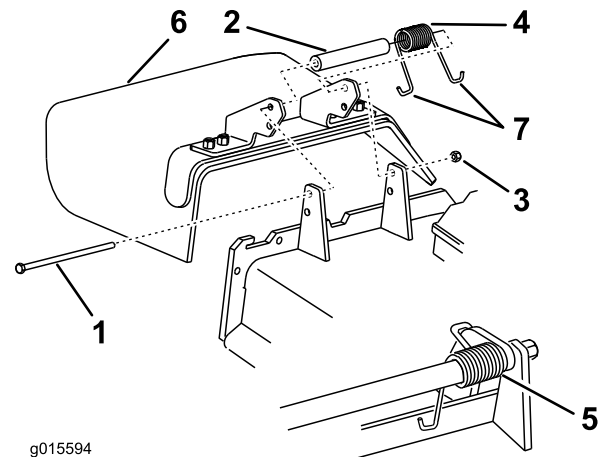

Figure 107
1. Retirez le contre-écrou, le boulon, le ressort et l'entretoise qui fixent le déflecteur aux supports de pivot (Figure 107). Enlevez le déflecteur s'il est endommagé ou usé.
Remarque: Prenez soin de placer une extrémité en **J** du ressort derrière le bord du tablier avant de mettre le boulon en place, comme illustré à la Figure 107.
3. Remettez le boulon et l'écrou. Accrochez une extrémité en **J** du ressort au déflecteur d'herbe (Figure 107).